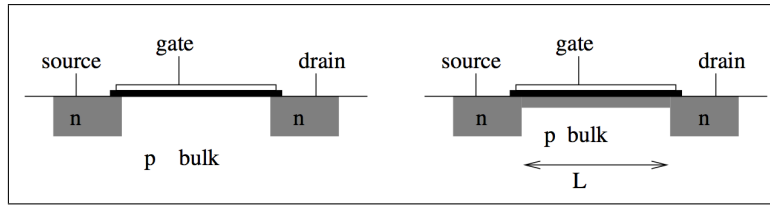

Abbildung 4.21: Ein FET
- Schematischer Aufbau eines FET: Abb. 4.21. Das Bild links zeigt einen gesperrten n-Kanal FET, der auf einem p-dotierten Substrat (**Bulk**) aufgebaut ist. Wird nun an das isolierte Gate eine positivere Spannung angelegt, werden sich unterhalb des Gates Elektronen sammeln, die vorerst die Löcher des Bulks kompensieren. Wird die Spannung weiter erhöht, bildet sich ab der 'threshold voltage' V_T ein Überschuss an Elektronen, man erhält eine zusätzliche n-Schicht unter dem Gate, den **n-Kanal**, welcher die Source und Drain leitend verbindet (rechts). Bei kleinen Drain-Source Strömen lässt sich so der Kanalwiderstand steuern. Bei grösseren Strömen ergibt sich durch den Spannungsabfall zwischen source und drain ein ortsabhängiges elektrisches Feld, das gegen drain hin immer kleiner wird, der Kanal wird immer dünner. Damit wird der Strom begrenzt, es ergibt sich ein Sättigungseffekt. Die DS-Spannung, bei der die Sättigung beginnt, heisst **Kniespannung** U_K .